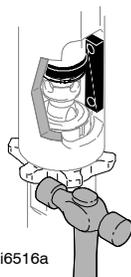

Fig. 13
5. Fig. 13. Desserrer l'écrou. Dévisser la pompe.